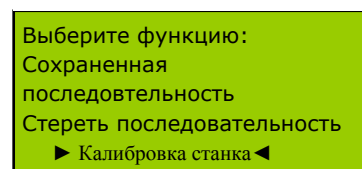

Рисунок 8.
- "Калибровка станка" позволяет изменить вращение системы. См. Рис. 8